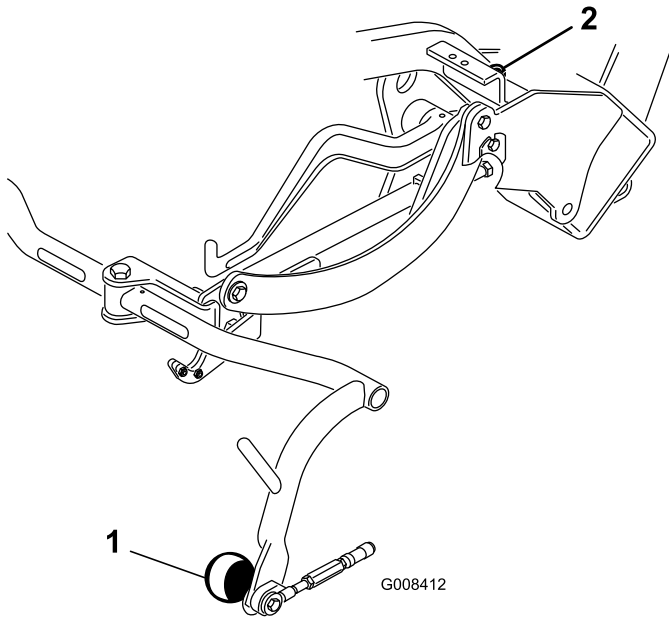

图9
3. 如果必须调节间隙，应拧松承载架限位螺丝上的锁紧螺母（图9），上下旋转螺丝以升起或放低承载架。拧紧锁紧螺母，固定调整。